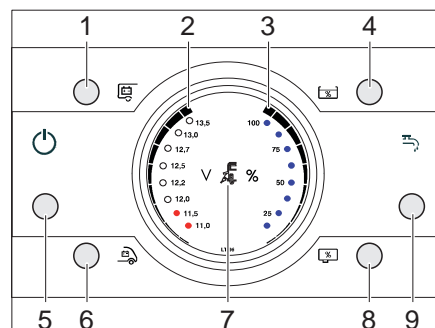

Fig. 171 Panneau de contrôle LT 96
Le voyant de contrôle 230 V (Fig. 171,7) s'allume si l'arrivée du bloc électrique est sous tension de réseau.
L'interrupteur principal 12 V (Fig. 171,1) établit ou coupe le panneau de contrôle et l'alimentation 12 V de la cellule.
- Appuyer brièvement sur la touche de l'interrupteur principal 12 V (Fig. 171,1).
Avec les touches de la batterie de cellule (Fig. 171,1) et de la batterie de démarrage (Fig. 171,6), on affiche l'état de charge des batteries.
- Appuyer sur la touche de la batterie de cellule (Fig. 171,1).
- La charge de la batterie est affichée (Fig. 171,2).
- Appuyer sur la touche de la batterie de démarrage (Fig. 171,6).
Avec les touches de niveau de remplissage du réservoir d'eau (Fig. 171,4) et de niveau de remplissage du réservoir d'eaux usées (Fig. 171,8), on peut afficher la quantité d'eau et la quantité d'eaux usées.
- Appuyer sur la touche de niveau de remplissage du réservoir d'eau (Fig. 171,4).
- Le niveau de remplissage du réservoir d'eau est affiché (Fig. 171,3).
- Appuyer sur la touche de niveau de remplissage du réservoir d'eaux usées (Fig. 171,8).
- Le niveau de remplissage du réservoir d'eaux usées est affiché (Fig. 171,3).
Avec la touche de pompe à eau MARCHE / ARRET (Fig. 171,9), on peut activer et désactiver la pompe à eau. La mise en service proprement dite de la pompe à eau se fait à l'ouverture d'un robinet d'eau lorsque la pompe à eau est activée. Si la pompe à eau est désactivée, la pompe à eau reste désactivée même lorsqu'on ouvre un robinet d'eau.
- Appuyer brièvement sur la touche de pompe à eau MARCHE / ARRET (Fig. 171,9).
La DEL "11,0 V" clignote dans l'affichage (Fig. 171,2) dès que la tension de la batterie descend en dessous de 11 V (mesurée en marche) et qu'il y a risque de décharge profonde de la batterie.